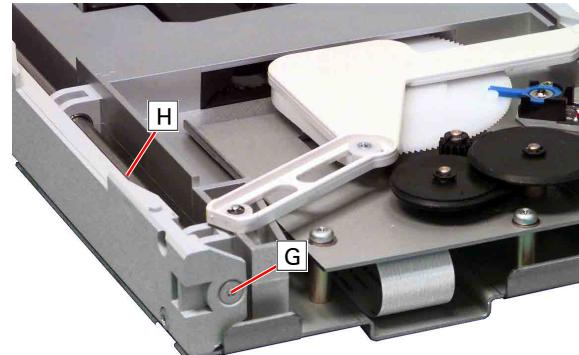

Fig. 7
- Schraube G (Fig. 7) herausschrauben, Stange H ausrasten und nach hinten herausziehen.
- Undo screw G (Fig. 7), unhinge the bar H and pull it out to the rear.